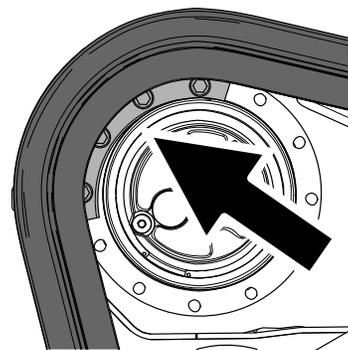

Рисунок 74
- Перемещайте рычаг управления тягой вперед до тех пор, пока сегмент ведущего колеса не войдет в зацепление с гусеницей (Рисунок 74).
10. Нанесите резьбовой герметик на болты другого снятого сегмента ведущего колеса и установите этот сегмент (Рисунок 74). Затяните болты с моментом от 247 до 301 Н·м.